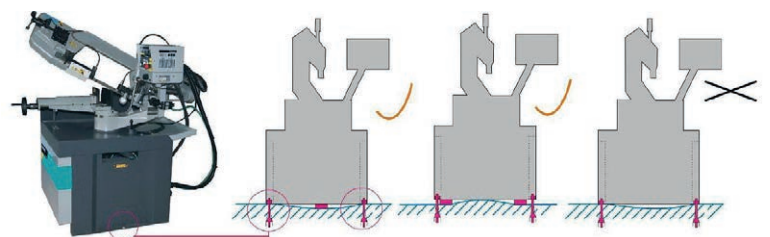

Fig. 13 Ancrage et alignement de la machine
4. Fixez la machine au moyen de tirants d'ancrage (Fig. 13).